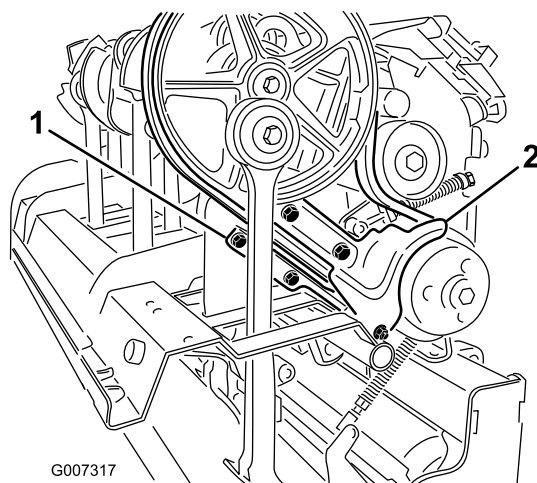

Рисунок 36
3. Снимите детали крепления грязезащитного щитка и нижнего щитка ремня (Рисунок 36). Снимите грязезащитный щиток и нижний щиток ремня.